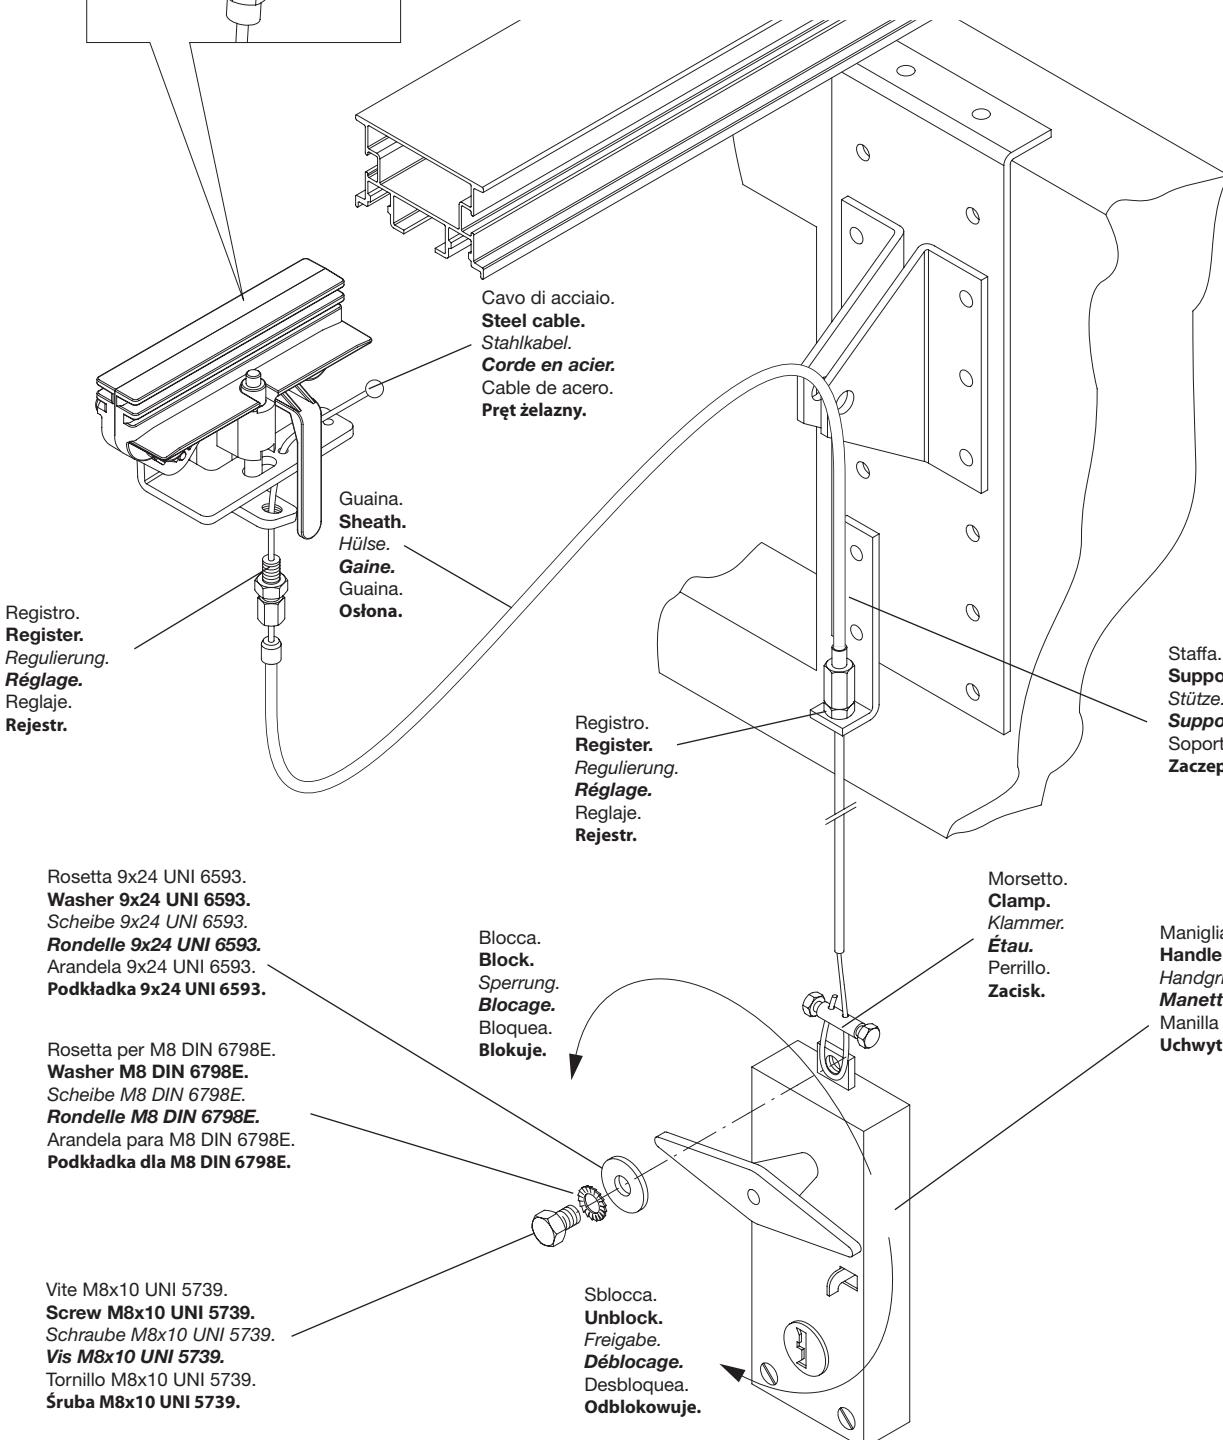

Fig.2
2 - Applicare il cavo di sblocco al AU.MS25" (Fig.2):
2 - Mount the release cable onto AU.MS25" (Fig.2):
- A. Insert the metal cable in the slide, as indicated in Figure 2.
AU.MS25" anbringen (Abb.2):
- A Das Metallkabel in den Gleitschuh, wie in Abb. 2 gezeigt, stecken.
2 - Aplicar el cable de desbloqueo al AU.MS25" (Fig.2):
2 - Appliquez le câble de déverrouillage au AU.MS25" (Fig.2):
- A Insérez le câble métallique dans le chariot entraînement comme indiqué dans la Figure 2
2 - Założyć do urządzenia AU.MS25 drążek odblokowania (Rys. 2).